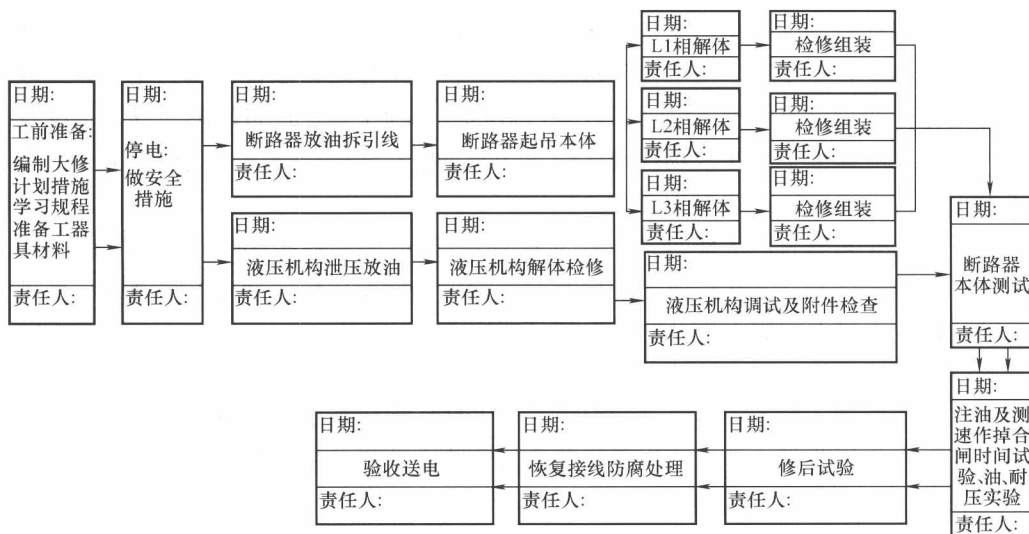

图 1-1 某断路器大修作业流程图
(1) 封面:由作业名称、编号、编写人及时间、审核人及时间、批准人及时间、作业负责人、作业工期、编写单位八项内容组成,见表1-1。
(2) 范围:对引用范围做出具体的规定。
(3) 引用文件:明确引用的法规、规程、标准、设备说明书及企业管理和文件。
(4) 修前准备:准备工作安排,作业人员要求,备品备件、工器具、材料,定置图及围栏图、危险点分析,安全措施,人员分工。
(5) 流程图：根据检修设备的结构，将现场作业的全过程以最佳的检修顺序，对检修项目完成时间进行量化，明确完成时间和责任人，而形成的检修流程。某断路器大修作业流程图如图 1-1 所示。